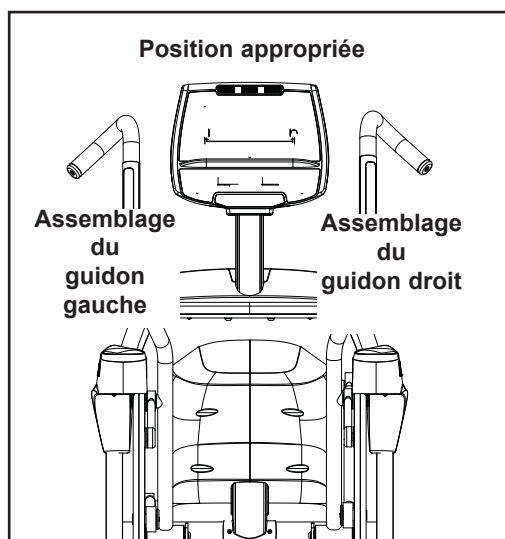

Figure 12 (750AT)
- H. Assurez-vous que les deux guidons sont maintenant installés à leur emplacement approprié, tel qu'indiqué à la figure 12.